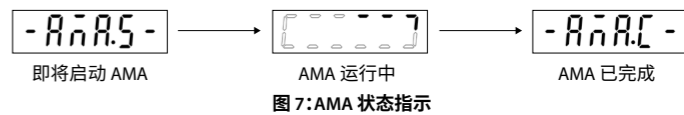

图 7: AMA 状态指示
- 将参数 P4.2.1.3 AMA 模式设为 [1] 启用完整 AMA 或 [2] 启用精简 AMA，主显示屏显示#即将启动 AMA，请参阅图 7。